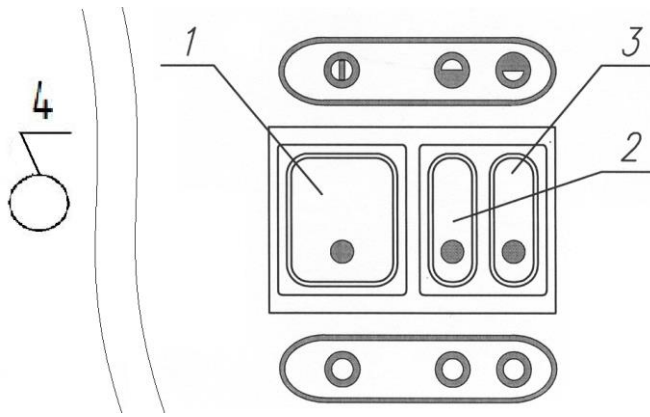
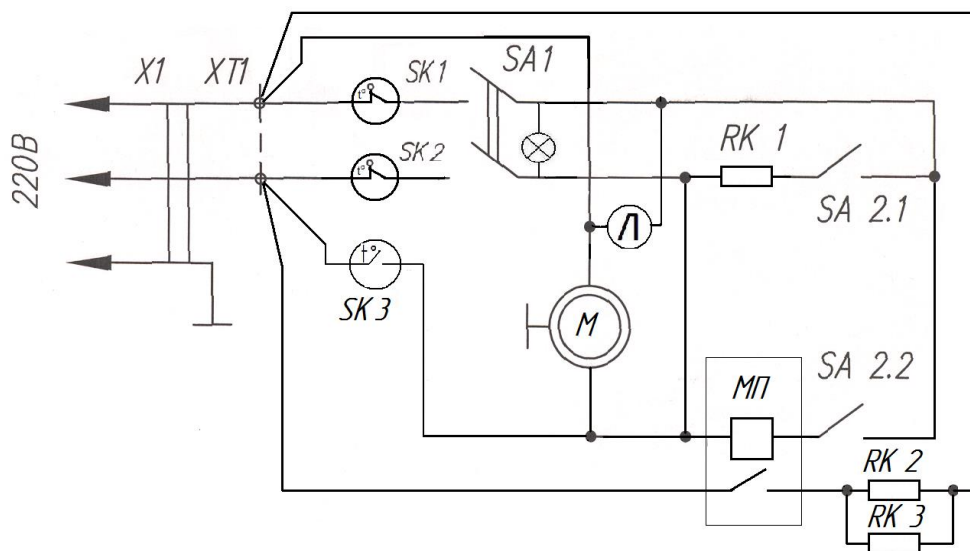

Рис. 1 Клавиши управления
Рис.2 Схема электрическая принципиальная
Тепловая завеса состоит из корпуса, на котором установлены два вентилятора и два нагревательных элемента. Сверху завеса закрыта обтекаемым кожухом. Забор воздуха осуществляется через отверстия в кожухе, выход через жалюзи в корпусе. Справа от жалюзи на корпусе находятся клавиши управления тепловой завесой. Схема электрическая принципиальная приведена на рис.2. Положение клавиши управления на рис.1.
- 7.1.1 Для включения режима воздушной завесы необходимо включить клавишу сетевого выключателя (поз.1, рис.1) в положении  при этом включается вентилятор и загорается подсветка клавиши, создается режим «воздушный занавес».
мощностью 2,0 кВт. Для работы в режиме 3 установить клавиши 2 и 3 (рис.1) в положение “☐” и “☐” при этом горит подсветка всех клавиш и завеса работает с полной мощностью 3,0 кВт.